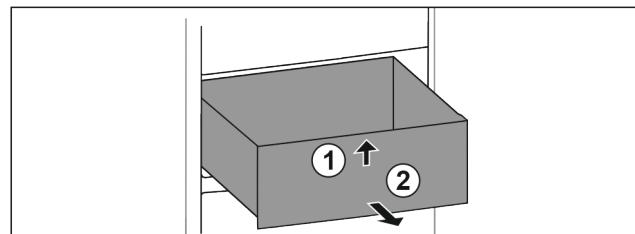

Fig. 97
- Приподнимите выдвижной ящик спереди. Fig. 97 (1)
- Извлеките выдвижной ящик движением вперед. Fig. 97 (2)